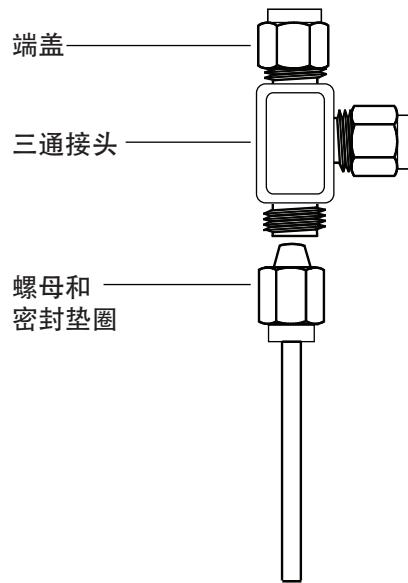

图 23 Swagelok 三通
- 1** 在要安装三通的位置切割管线。使用 Swagelok（接头套管）接头连接管线和三通。请参见图 23。